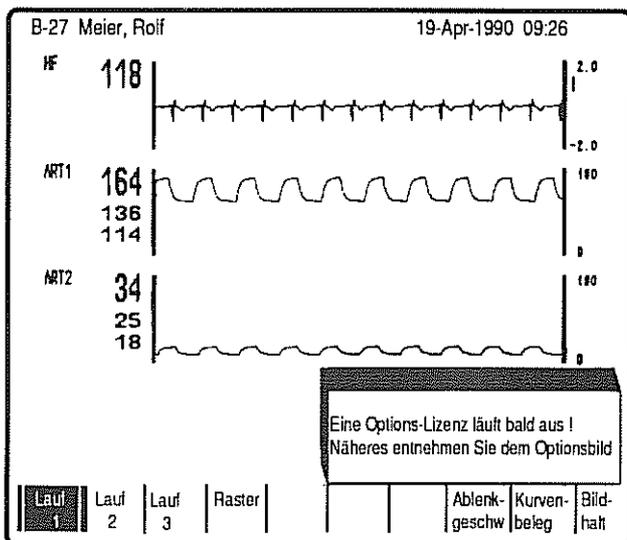

Bild 51
- * Bevor eine Options-Lizenz abläuft, erscheint ein entsprechender Hinweis, z.B. Bild 51.